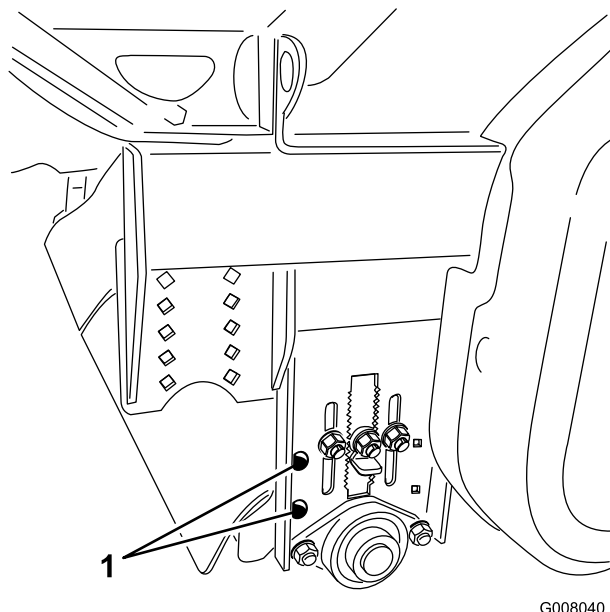

Рисунок 33
1. Ослабьте детали крепления скребка валика (Рисунок 33).